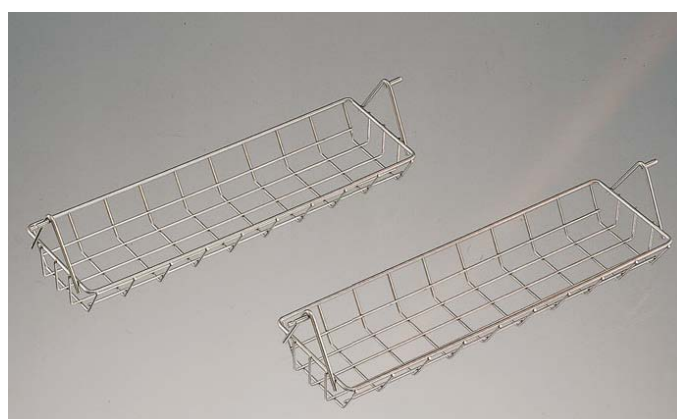

Figura 3.8
Quando si usano cestelli per la carne (vedi figura 3.8), bisogna attenersi alla seguente procedura:
- Col TDR 5 e il TDR 5+5 le estremità dei cestelli devono essere inserite nei corrispondenti fori dei dischi del rotore (v. figura 3.8).